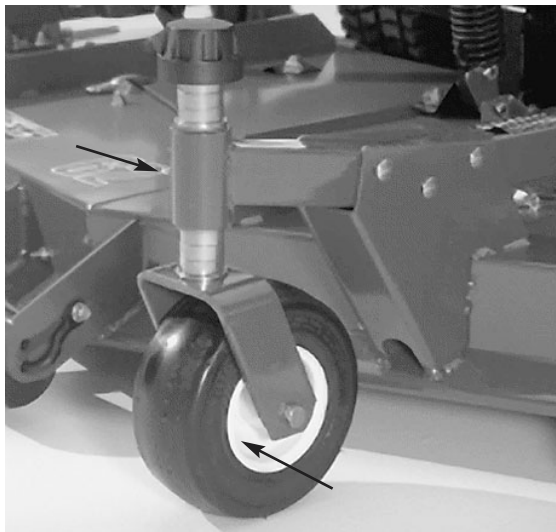
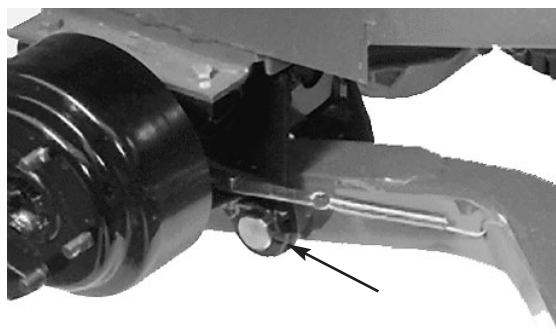
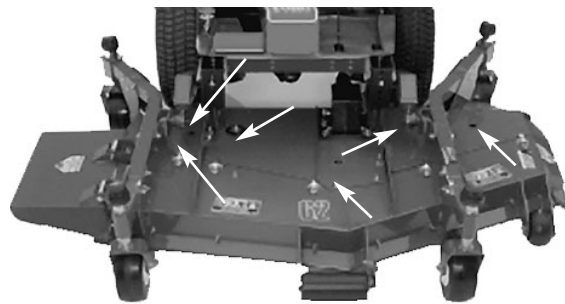

Figure 8
Figure 9
Figure 10
1. Les roulements et bagues suivants de l'unité de coupe doivent être lubrifiés : bagues des axes pivotants avant (Fig. 8) ; roulements des roues pivotantes arrière (Fig. 8) ; axes de pivot des bras de relevage gauche et droit (Fig. 9) ; roulements des axes de lames (Fig. 10) et rotules gauche et droite (Fig. 10).